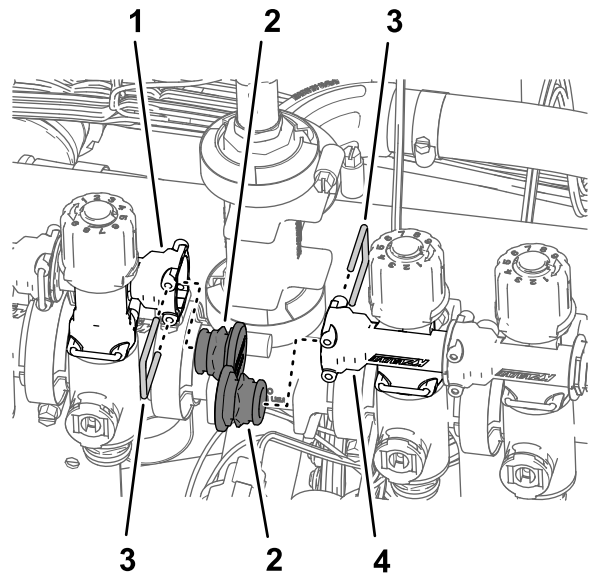

图 99
3. 取下喷嘴阀 5 和 6 上快速断开接头槽内固定栓塞的卡环然后取出栓塞图 99。